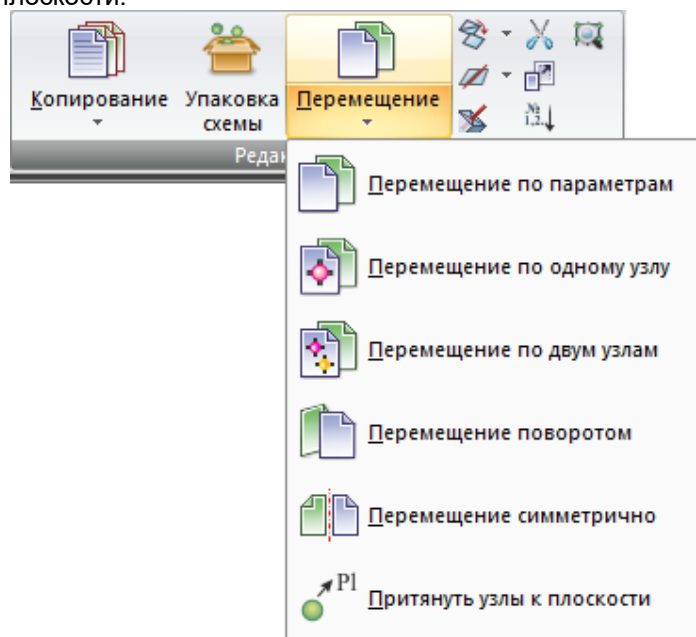

Рис. 28. Раскрывающийся список **Перемещение**
**Перемещение** (рис.28) – раскрывающийся список с заменой, содержащий операции перемещения объектов: